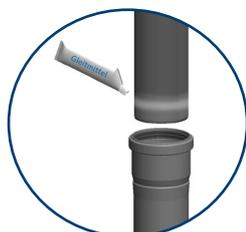

Abb. 3: untere Steckenden der abgasführenden Rohre einfetten
- ☞ Unteres Steckende der Rohrelemente immer mit Gleitfett einstreichen (Abb. 3).